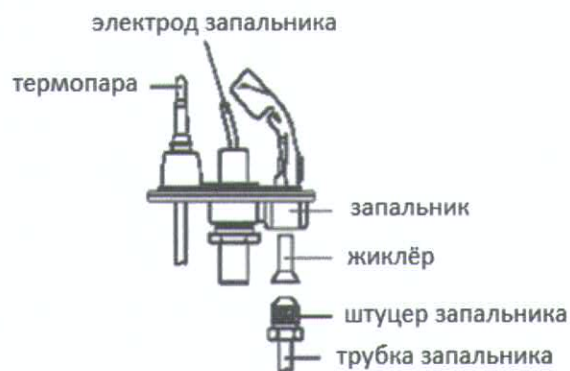

Рис. 21
- Отвинтите штуцер запальника (рис. 21), вывинтите жиклер, подлежащий замене, и установите на его место новый;